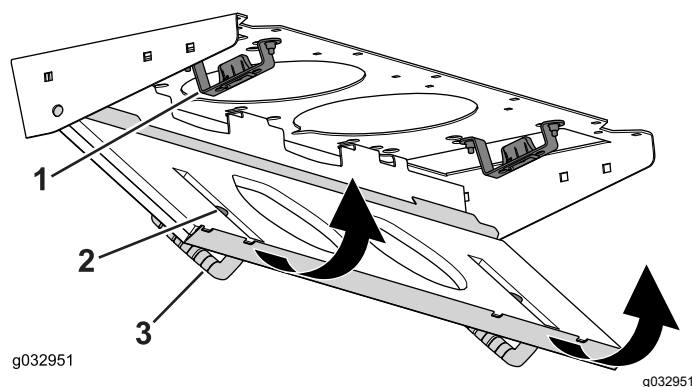

Bild 86
4. Drehen Sie das Filtersieb um die Nasen, bis der Riegel in der Riegelbefestigung einrastet (Bild 86).